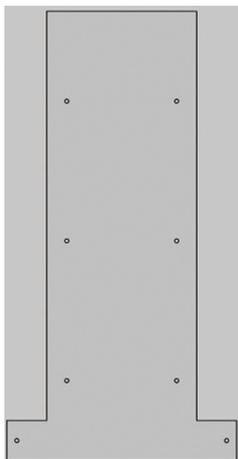

Figura 6.8 – Peça pronta
4.7 Salve sua peça. A Figura 6.8 exibe a pronta.